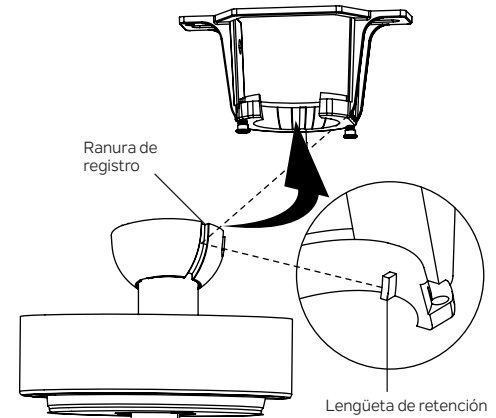

Figura 10
Paso 6. Ahora levante el conjunto del motor a su posición y coloque la bola de suspensión en el soporte de montaje. Gire hasta que la lengüeta de retención haya caído en la ranura de registro y se asiente firmemente. (Figura 10) Todo el cuerpo del motor no debe girar si se hace correctamente.